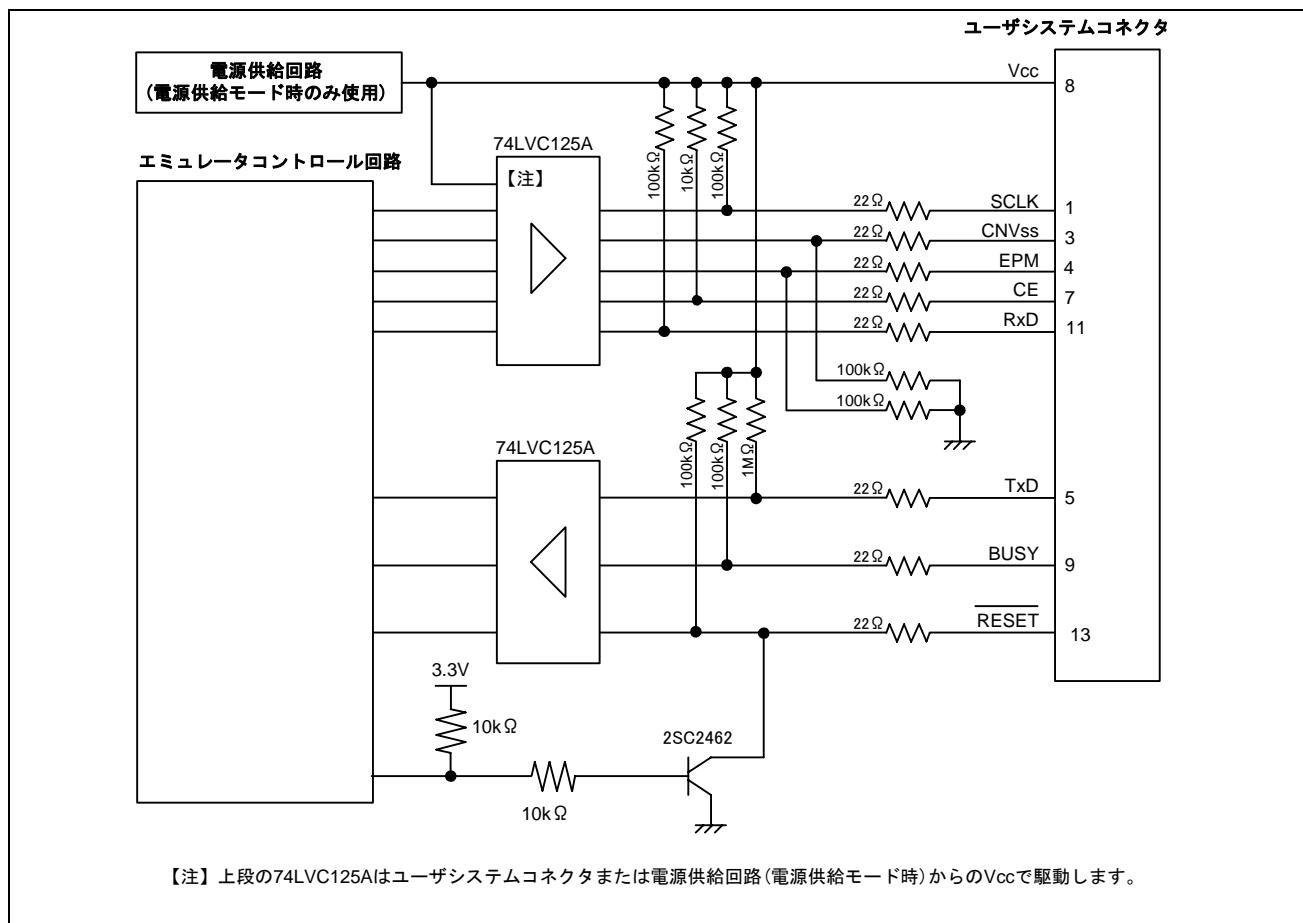

図 5.12 E8 エミュレータ内インタフェース回路（参考）
E8エミュレータ動作中にP64はHiz状態になることがあります。そのため、抵抗値に関しては、E8エミュレータ内部抵抗(図5.12)との分圧により、中間電位にならない値で端子処理をしてください。
E8エミュレータ動作中にP50,P55はHiz状態になることがあります。そのため、抵抗値に関しては、E8エミュレータ内部抵抗(図5.12)との分圧により、中間電位にならない値で端子処理をしてください。
E8エミュレータ動作中にP55はHiz状態になることがあります。そのため、抵抗値に関しては、E8エミュレータ内部抵抗(図5.12)との分圧により、中間電位にならない値で端子処理をしてください。
9. 図5.12にE8エミュレータ内インタフェース回路を示します。プルアップ抵抗の値などを決定するときに参考にしてください。